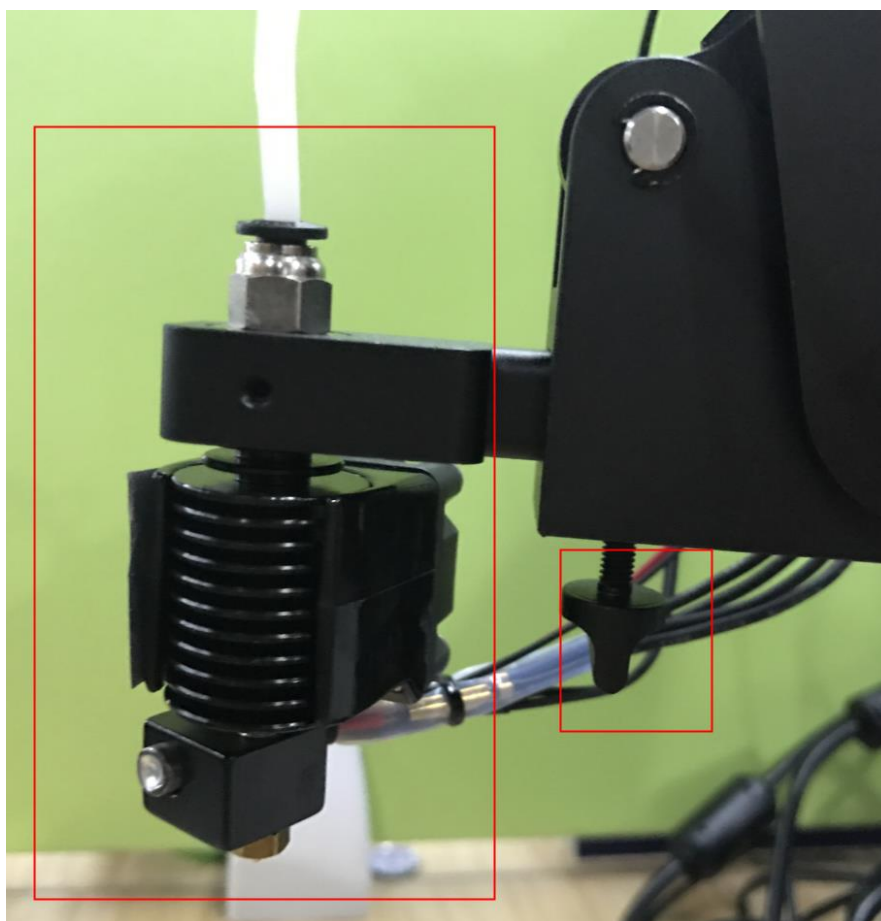

图 5.102 安装热端工具
**步骤 4** 在机械臂末端安装热端工具，并用夹具锁紧螺丝拧紧，如图 5.102所